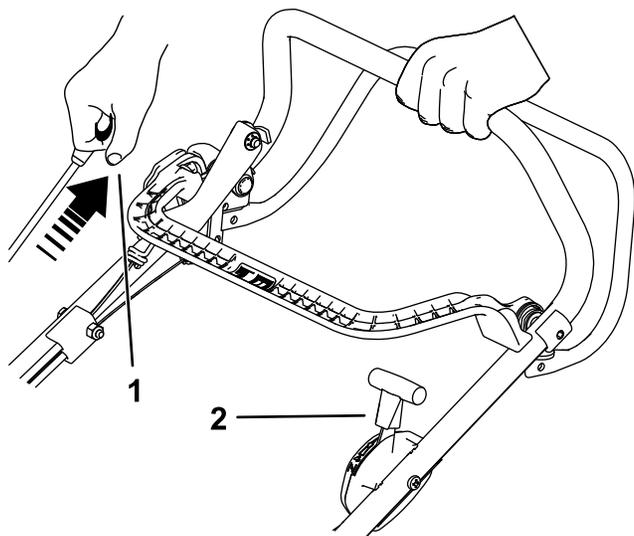

Figura 14
2. Tirate la maniglia di avviamento a strappo fino ad avvertire resistenza, quindi tirate in modo secco per avviare. Quando il motore si avvia, riportate lentamente l'acceleratore alla posizione di MASSIMA se è stato attivato lo starter (Figura 14).